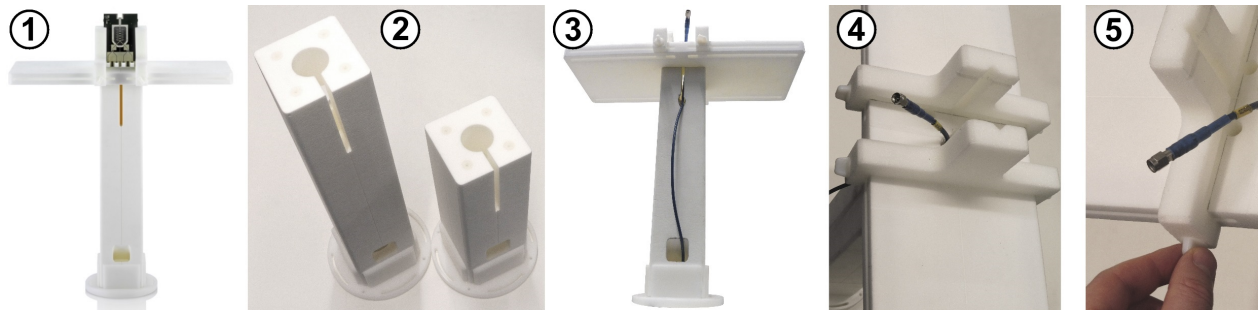

图 7-7: 带矩形台顶和可调节夹具的 Rohacell DUT 支架
1. 拧开可调节夹具（图 7-7 中标号 4）的 4 个聚合物螺钉。
4. 用手拧紧螺钉 (5)，将夹具固定到位。